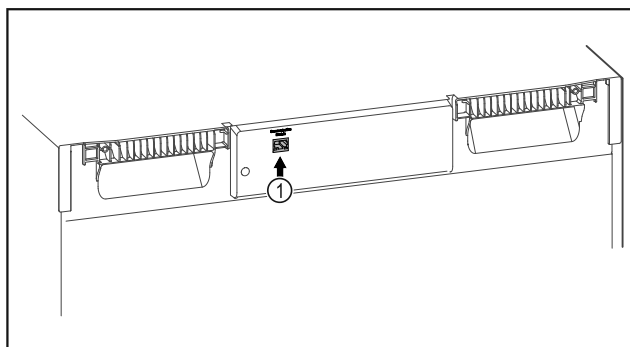

Fig. 108
- Je používán SmartModule Fig. 108 (1).